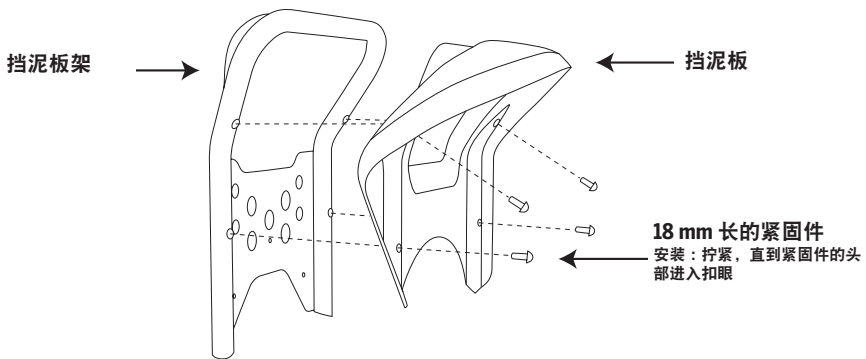

图 2. 拆卸或安装挡泥板 / 挡泥板架
4. 要从挡泥板架拆卸挡泥板，需使用 4 mm 六角扳手卸下 4 个 18 mm 紧固件。请参见图 2。